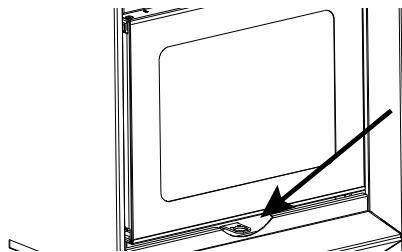

Fig. 22 - Registro aria
- I registri aria, *fig. 22* dovranno inizialmente risultare aperti per poi venir chiusi ancora con l'ausilio della mano fredda alla stabilizzazione della fiamma.